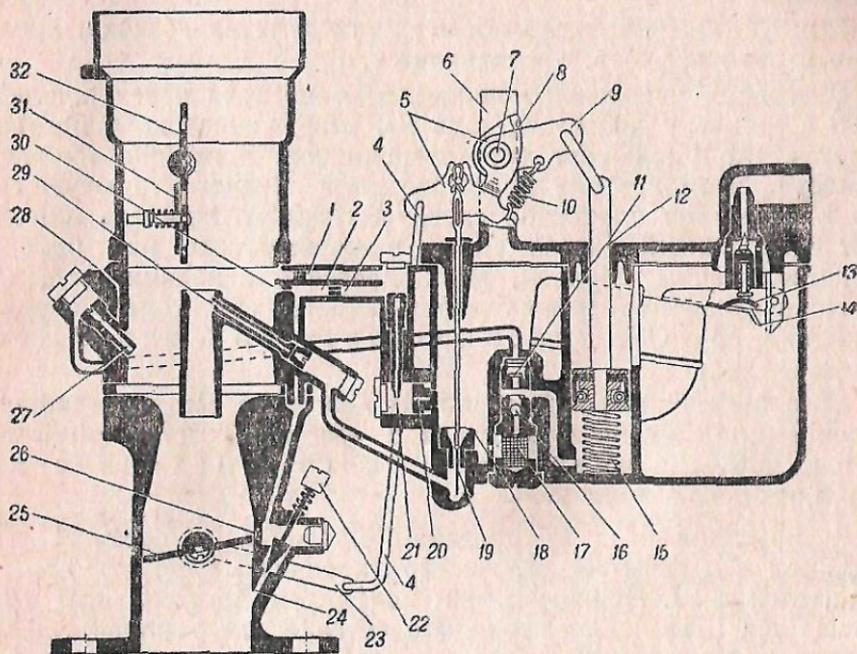
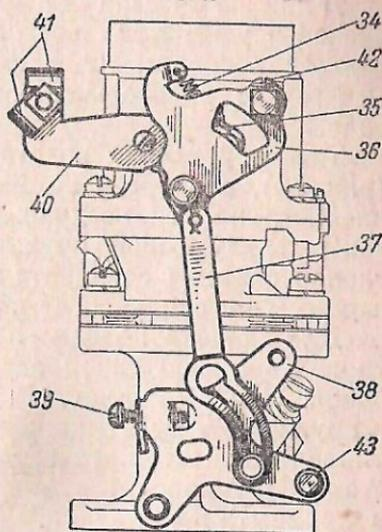

Рис. 32. Схема карбюратора Картер, модели WO-539-S:
Рис. 33. Рычажная связь воздушной и дроссельной заслонки;
Карбюратор фирмы Картер, модели WO-539-S, опрокинутого типа, с двойным диффузором для лучшего распыливания топлива (рис. 32).
Количественная и качественная регулировка смеси на холостом ходу производится регулировочным винтом 22 и упорным винтом 39 дроссельной заслонки (рис. 33).
На больших нагрузках при полном открытии дросселя для получения максимально возможной мощности двигателя горючая смесь должна быть обогащена. Это достигается экономайзером. Роль его выполняет нижний участок конусного конца калиброванной иглы 19 (рис. 32). При подходе дросселя к положению полного открытия поднимающаяся игла 19 значительно увеличивает проходное сечение главного жиклера и поступающее через него топливо обогащает горючую смесь.
Тяга управления воздушной заслонкой связана с пластиной 36 (рис. 33), в прорези которой помещается выступ рычага 35, укрепленного на оси воздушной заслонки. Рычаг и пластина 36 связаны между собой пружиной 34. Воздушная и дроссельная заслонки связаны соединительной пластиной 37 и рычагом 38, укрепленным на оси дроссельной заслонки.
1. При любом положении регулировочного винта 22 холостого хода (рис. 32) и полностью открытой воздушной заслонке, медленно вывертывая упорный винт 39 (рис. 33) рычага дроссельной заслонки, установить минимальные обороты двигателя.
2. Поворачивая регулировочный винт 22 (рис. 32), найти такое его положение, при котором обороты двигателя при данном положении упорного винта будут максимальными.
3. Вывертывая винт 39 (рис. 33) рычага дроссельной заслонки, снизить обороты двигателя до минимально возможных, после чего, вывертывая регулировочный винт 22, вновь установить максимальные обороты двигателя. Повторяя эти операции, найти такое положение винтов 22 и 39, при которых двигатель будет работать на минимально возможных, устойчивых оборотах.
Неустойчивая работа двигателя на холостом ходу, а также улучшение его работы при полном заворачивании регулировочного винта 22 указывают на засорение нагаром воздушных жиклеров 1 и 30 (рис. 32) и выходного отверстия 26 системы холостого хода. При засорении воздушных жиклеров 1 и 30 прочищать их мягкой медной проволокой. Засорение выходного отверстия 26 вызывает также обеднение смеси при небольших открытиях дросселя и неустойчивую работу двигателя на малых нагрузках.
шаблоном и должно быть равно при нажатии поплавка на иглу 9,5 мм ($\frac{3}{8}$ "). Если замеряемое расстояние больше или меньше нормального, его следует отрегулировать путем изгиба опорной пятки 13 (рис. 32) рычажка поплавка.